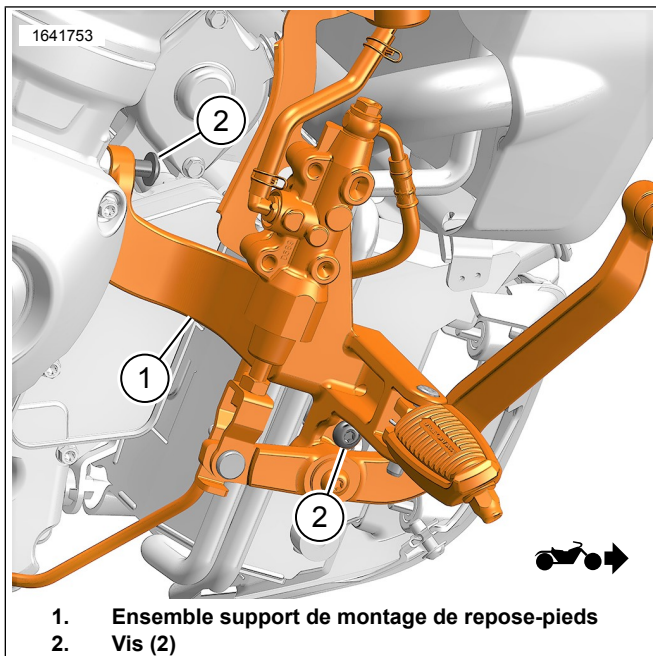

Figure 14. Installer l'ensemble
5. Voir la figure 14. Installer l'ensemble support de montage du repose-pieds (1) sur le véhicule.
- a. Poser les vis (2). Serrer.